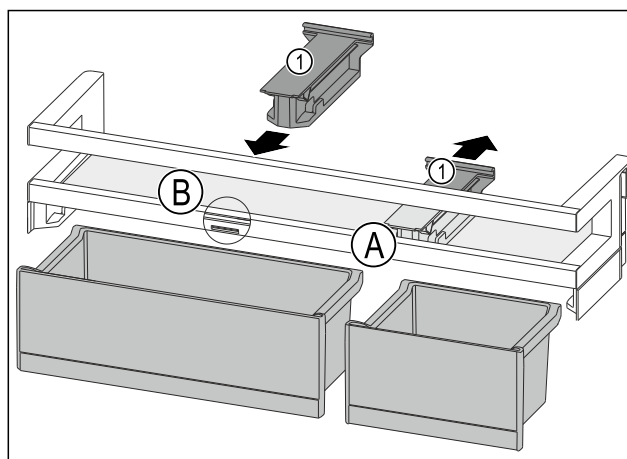

Fig. 87
- Držák Fig. 87 (1) v poloze Fig. 87 (A) stáhněte dozadu.
- Držák Fig. 87 (1) vložte v poloze Fig. 87 (B).